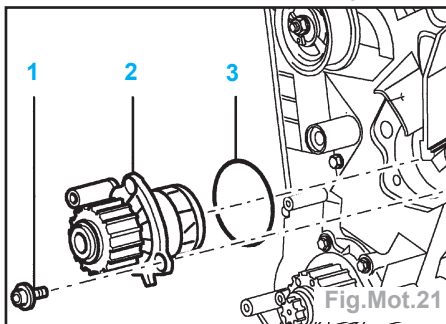

Fig.Mot.21
- Retirer les vis de fixation (1) de la pompe de liquide de refroidissement (2) et sortir celle-ci prudemment (Fig.Mot.21).